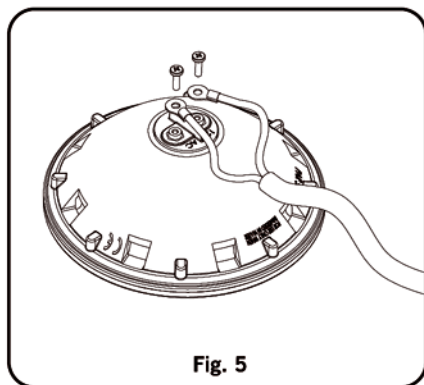

Fig. 5
5. Coloque a lâmpada de Leds PAR 56 adquirida, efetuando a ligação elétrica com os dois parafusos de ligação (Fig. 5).